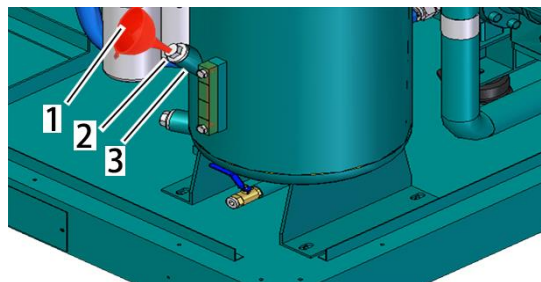

图38：加油口
10. 用漏斗(图38/1)向加油口添加冷却液添加冷却液到加油口边缘(图38/3)。
12. 安装塞头(图38/2)并锁紧。